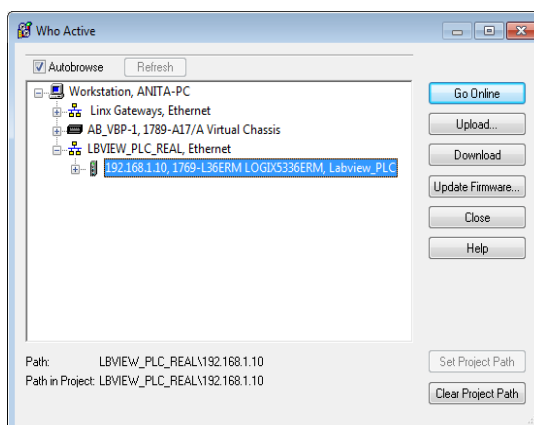
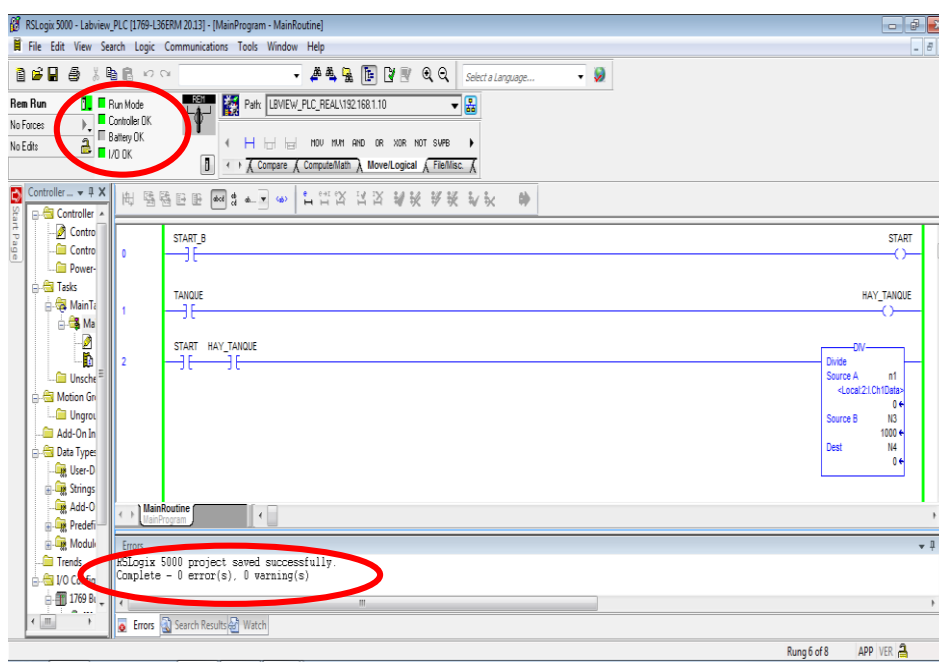
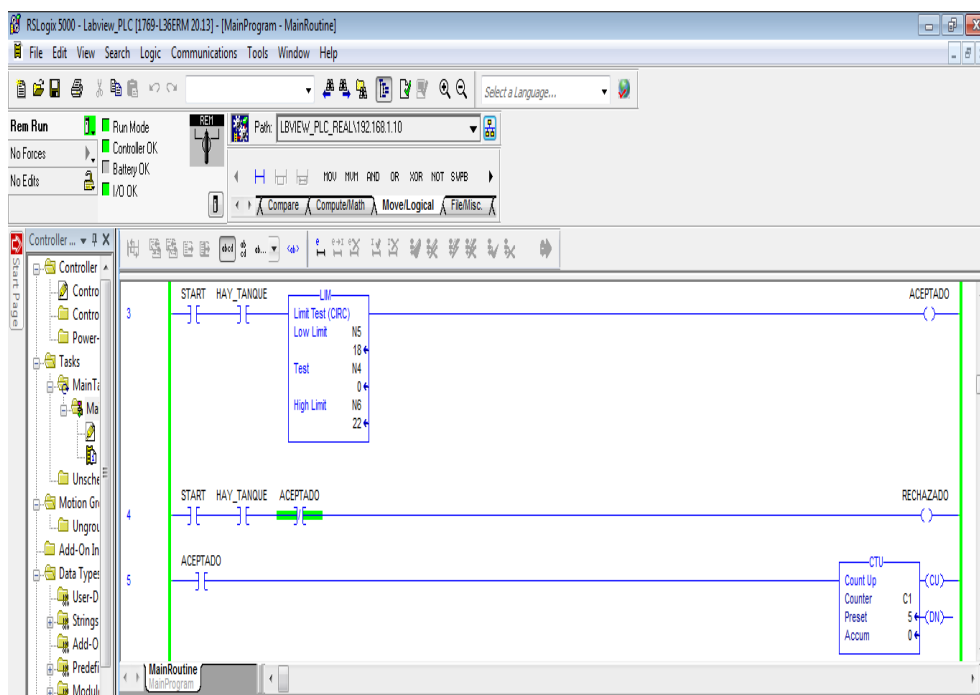

Figura 17:51 Ventana de “Who Active”
Figura 18: Programación de la aplicación en LabView
Figura 19: Programación de la aplicación en LabView
11. En la figura 17, figura 18 y figura 19 se muestra la programación realizada en RSLogix 5000 para la aplicación del llenado de tanques de gas, que posteriormente mostraremos su HMI realizada en LabView. Cabe recalcar que todas las entradas y salidas tanto analógicas y digitales le hemos asignado un tag correspondientemente.